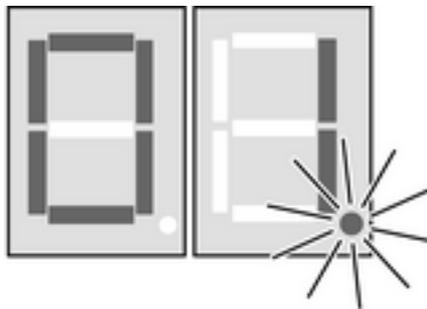

Figura 5: Modalità di assegnazione
- Premere i due tasti ▲ e ▼ (12) per circa 5 secondi. Sull'indicatore si accende anche il punto decimale destro (figura 5).
Sull'indicatore si accende anche il punto decimale destro (figura 5).